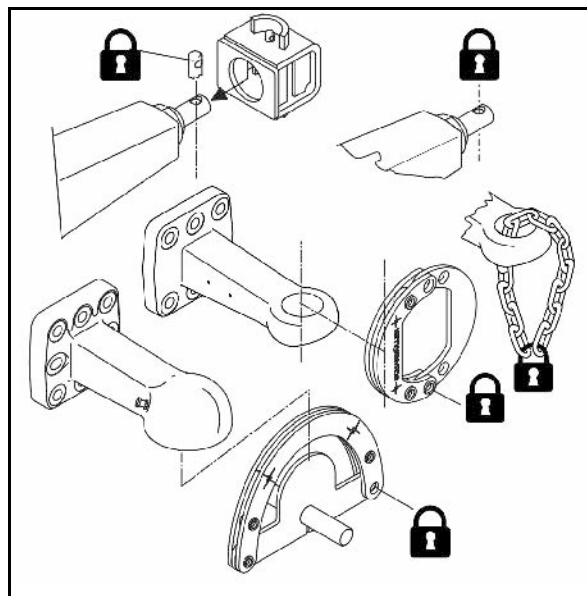

Fig. 38
1. Vissez le tube support (Fig. 38/1) avec quatre vis (Fig. 38/2) à l'extérieur sur le bras.
2. Vissez deux lests supplémentaires (Fig. 38/3) sur le tube support (Fig. 38/4) pour le bloquer.